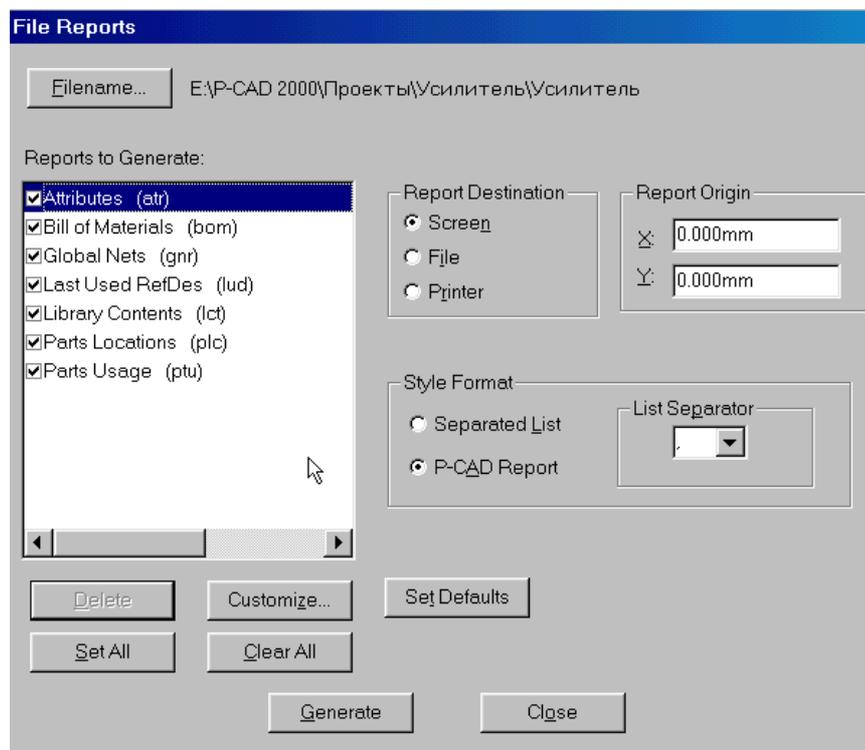

Рис. 6-33. Панель выбора отчетов
2) На панели **File Reports** (рис. 6-33) в окне *Reports to Generate* (генерируемые отчеты) установите флажки для всех типов отчетов (можно воспользоваться кнопкой **Set All** – выбрать все, кнопка **Clear All** – сбрасывает все флажки). Назначение отчетов представлено в табл. 6-3.